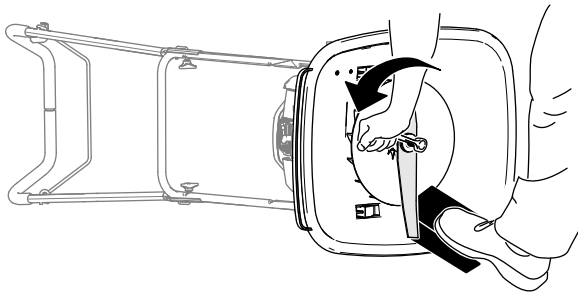

Bild 21
3. Stabilisieren Sie das Messer mit einem Holzblock (Bild 21).
- Verwenden Sie einen Schraubenschlüssel, um das Messer zu entfernen, drehen dabei die Schraube gegen den Uhrzeigersinn (Bild 21).